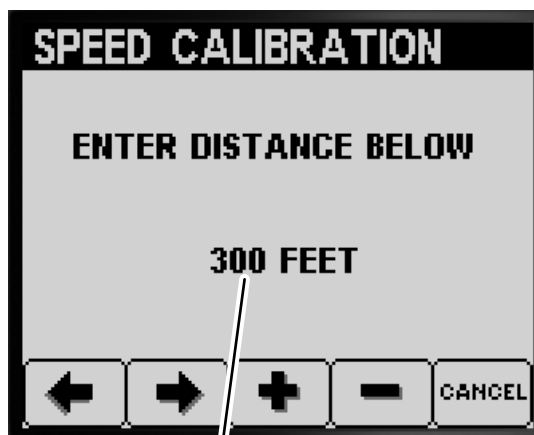

Bild 65
9. Ändern Sie mit den Tasten 3 oder 4 die eingegebene Distanz auf dem InfoCenter und drücken Sie die Taste 2 (Bild 65).